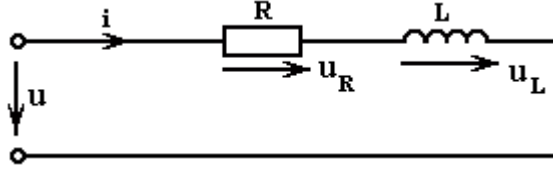

Рисунок 2.9
1. Изобразим схему цепи (рисунок 2.9)